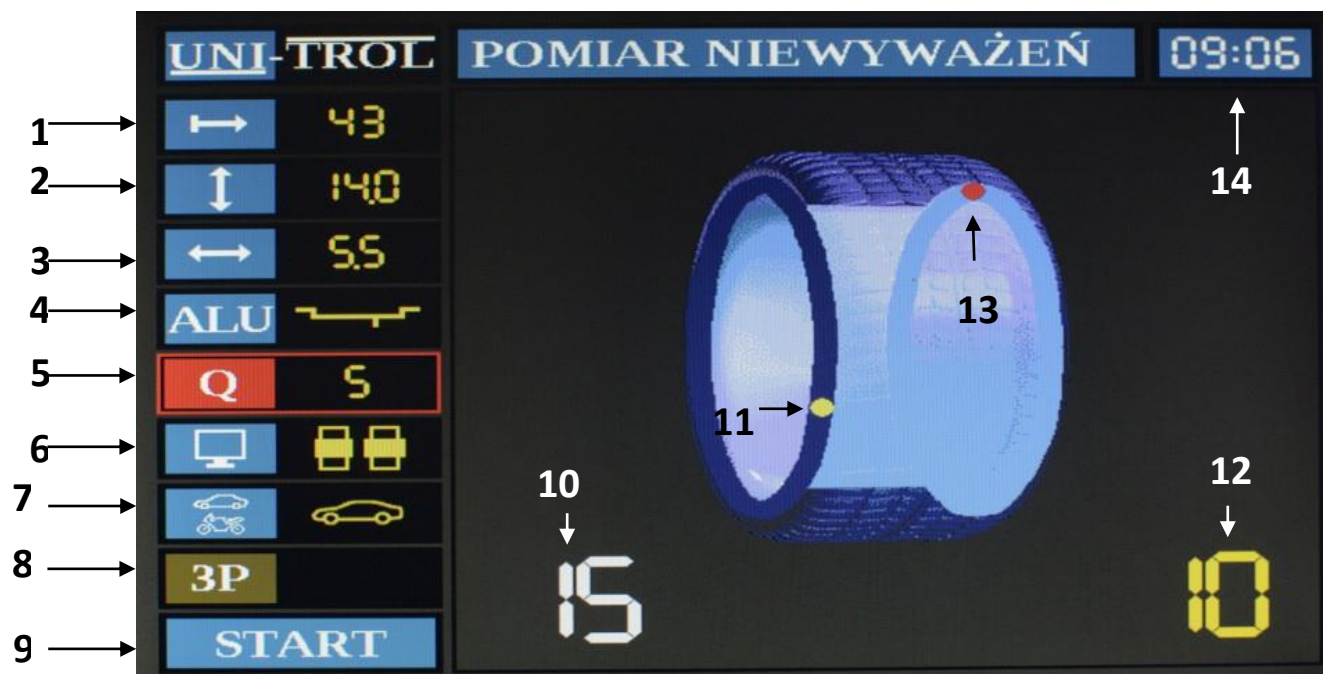
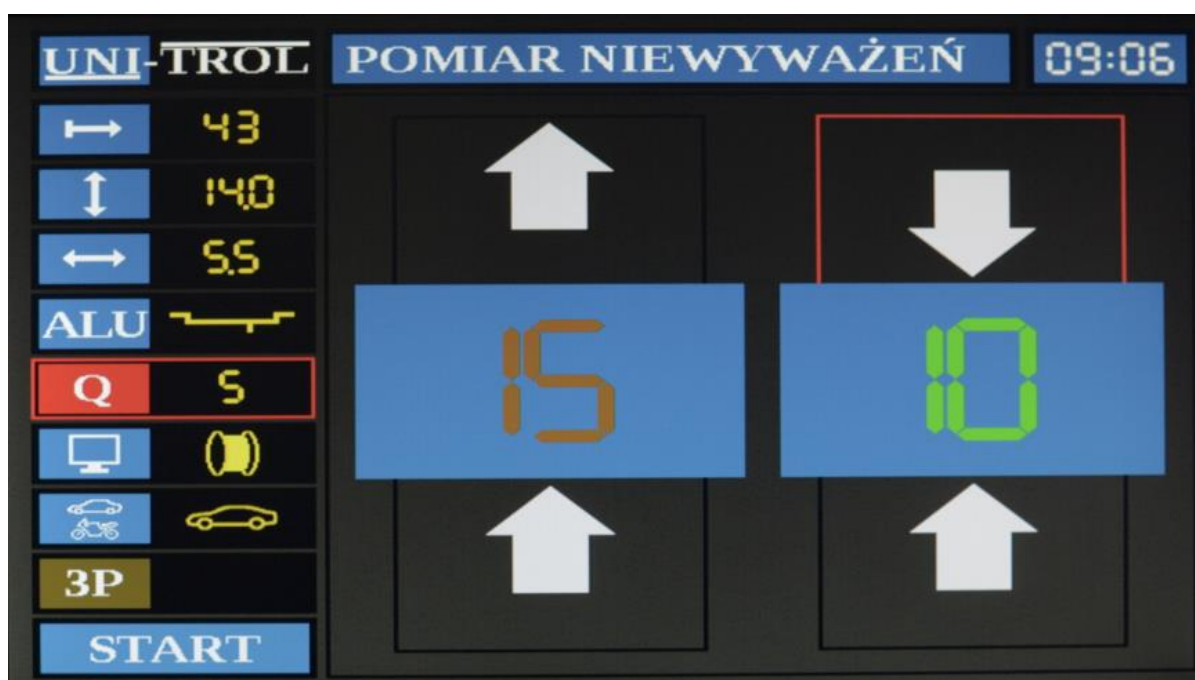

Рис. 6.3 . Окно программы измерения дисбаланса
Рис. 6.4 Окно программы измерения дисбаланса - обычный режим
Окно измерения дисбаланса представлено на рис. 6.3. С левой стороны экрана расположено меню, которое позволяет установить параметры колеса или изменить настройки самого измерения. В таблице 6.1 описываются отдельные пункты меню, а также другие элементы экрана.
Чтобы ввести расстояние колеса от стенда, его диаметр или ширину, необходимо стрелками установить курсор на выбранный параметр или нажать соответствующую функциональную клавишу, имеющую такой же символ на клавиатуре, как и в окне измерений (позиции 1-3 на рис. 6.3). Затем с помощью клавиш *Плюс* и *Минус* установить требуемое значение. После каждого нажатия клавиши значение будет увеличиваться или уменьшаться, что также будет сопровождаться звуковым сигналом. При более длительном удержании клавиши параметр будет меняться быстрее.
Для введения способа крепления грузиков необходимо стрелками установить курсор на выбранную позицию ALU или нажать соответствующую функциональную клавишу, имеющую такой же символ на клавиатуре, как и в окне измерений (позиции 4 на рис. 6.3). Затем с помощью клавиш *Плюс* и *Минус* установить требуемое положение грузиков. После каждого нажатия клавиши положение грузиков будет меняться, что также будет сопровождаться звуковым сигналом. При более длительном удержании клавиши параметр будет меняться быстрее. В таблице 6.2 представлены все возможные положения грузиков для колес легковых автомобилей (номера 1-5) и два варианта крепления грузиков для мотоциклетных колес (номера 6, 7).
Допустимый остаточный дисбаланс определяет значение дисбаланса, которым можно пренебречь. При увеличении допустимого остаточного дисбаланса увеличивается толеранс машины. Для введения допустимого остаточного дисбаланса необходимо стрелками установить курсор на выбранный параметр или нажать соответствующую функциональную клавишу, имеющую такой же символ на клавиатуре, как и в окне измерений (позиции 5 на рис. 6.3). Затем с помощью клавиш *Плюс* и *Минус* установить требуемое значение. После каждого нажатия клавиши значение допустимого остаточного дисбаланса изменится, что также будет сопровождаться звуковым сигналом. При более длительном удержании клавиши параметр будет меняться быстрее. Возможные значения остаточного дисбаланса 2 г, 5 г или 10 г. При выборе одной из этих опций все значения дисбаланса меньше этого параметра будут считаться равными 0 г.
Для изменения внешнего вида окна измерений необходимо стрелками, установить курсор в положение 6 на рис. 6.3. Затем с помощью клавиш *Плюс* и *Минус* выбрать один из двух режимов отображения. На рис. 6.3 представлена опция с колесом на экране, а на рис. 6.4 - обычный режим отображения.
В режиме с колесом указывается место дисбаланса в виде желтой точки, перемещающейся по ободу. В момент, когда колесо находится возле места дисбаланса результат для данной плоскости изменяет цвет на желтый, а когда колесо будет установлено в месте дисбаланса, точка становится красной (внешняя плоскость на рис. 6.3).
В обычном режиме отображения место дисбаланса обозначается стрелками, а значение дисбаланса выделяется цветом. Если стрелки указывают вверх, это означает, что колесо необходимо повернуть вперед. Если стрелки указывают вниз, колесо следует повернуть назад. Чем значение дисбаланса имеет более зеленый цвет, тем ближе к месту дисбаланса. Если цвет становится все более красным, это означает что точка дисбаланса отдаляется. Если верхняя стрелка указывает вниз, а нижняя стрелка - вверх (как для внешней плоскости на рис. 6.4), место дисбаланса находится вверху (если верхняя рамка над результатом горит красным цветом) или внизу (если нижняя рамка под результатом горит красным цветом). Если обе стрелки указывают оба направления (вверх и вниз), место дисбаланса находится на противоположной стороне и для правильного обозначения места дисбаланса колесо необходимо повернуть на 180°.
В зависимости от типа колеса, которое оператор хочет сбалансировать, необходимо выбрать режим работы машины. Для этого с помощью стрелок следует переместить курсор на параметре 7 на рис. 6.3. Затем с помощью клавиш *Плюс* или *Минус*, изменить режим на одну из двух возможностей: автомобильное или мотоциклетное колесо. После каждого нажатия клавиши режим работы машины будет меняться, что также сопровождается звуковым сигналом.
Для запуска программы "скрытый грузик" необходимо после выполнения измерительного цикла стрелками установить курсор на иконку 6 на рис. 6.3 и нажать клавишу ENTER, или непосредственно войти в функцию с помощью клавиши программы "скрытый грузик". Отобразится окно в обычном режиме, но разделенное на три части, а вверху экрана появится надпись "ОТМЕТИТЬ ТОЧКУ № 1", как показано на рис. 6.5.
ПРИМЕЧАНИЕ: Пока иконка № 8 на рис. 6.3 имеет коричневый цвет, программа "скрытый грузик" является неактивной. Эта программа активируется только для способов крепления грузиков 4 и 5, а также при дисбалансе больше 5 г.
- ✦ перемещением курсора на иконку № 9 из рис. 6.3 и нажатия клавиши *Enter*.